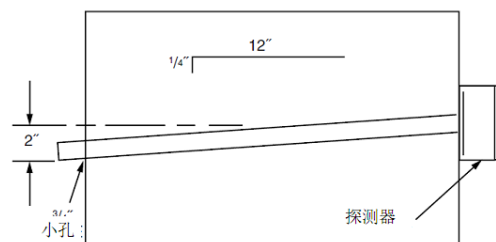

图 4
6.2.2 当采样管长度大于风道宽度时，采样管应当伸出风道的背面。在风道插入采样管孔的背面开一个 3/4”(19mm)的孔并确保采样管往下方成一定的角度以便湿气排出(防止湿气凝露影响探测器)。按图 4 所例示，采样管在管道宽度每 12”(300mm)都应该至少保持往下 1/4”(6.4mm)的角度。按照风道的宽度，采样管在风道内应有至少 10-12 个采样孔的长度，如果伸出风道外的采样管上有 2 个以上的小孔，应参照表 1 选择合适尺寸的样管，否则应剪切伸出的采样管末端，使采样管末端伸出在外 1-2”(25.4-50.8mm)，在采样管末端装上末端堵头，并用胶带密封伸出采样管部分上的小孔。保证采样管伸出部分都密封。